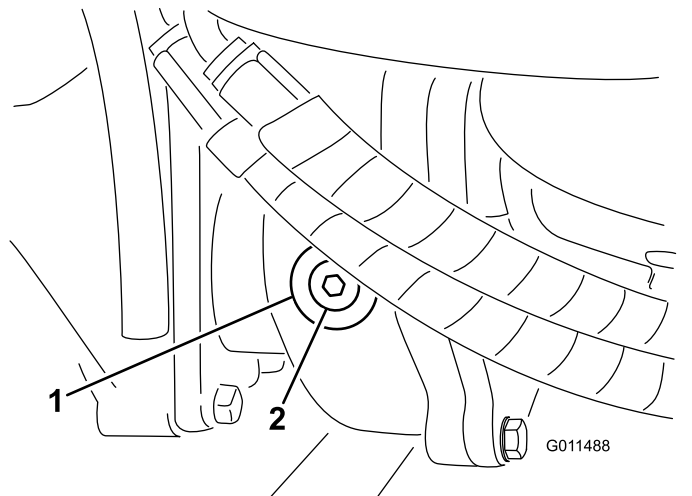

Figura 74
2. Retire el tapón de verificación/llenado del lado izquierdo de la caja de engranajes (Figura 74) y asegúrese de que el lubricante llega al borde inferior del orificio. Si el nivel es bajo, añada suficiente lubricante para que el nivel llegue al borde inferior del orificio.